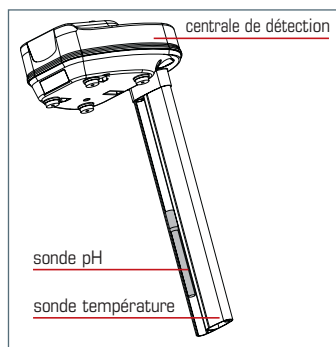

fig.4 - Confort™
- retirer la sonde pH de son logement (fig.4) en veillant à ne pas tirer sur le fil et à ne pas perdre les bagues noires